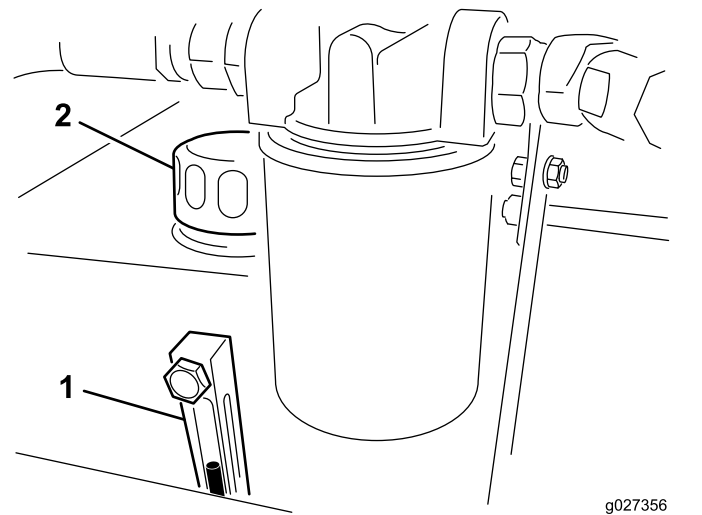

Figura 12
2. Compruebe el nivel de aceite observando la mirilla (Figura 12).